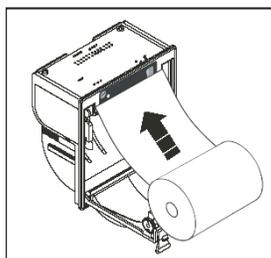

Fig. 32 : Installation d'un nouveau rouleau de papier
2. Positionnez le rouleau de papier à l'intérieur du boîtier dans le sens de rotation indiqué à la Fig. 32.